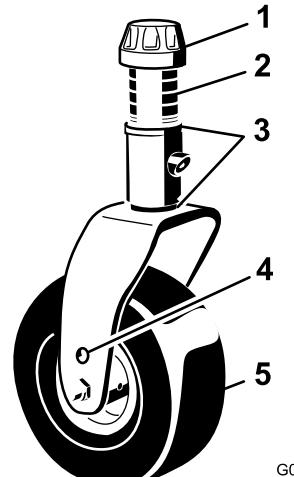

Figure 14
11. Ajoutez ou retirez des cales de 3 mm sur la ou les fourches de roue pivotante pour obtenir la hauteur de coupe indiquée sur l'autocollant (Figure 14) ; voir Réglage de l'inclinaison des lames.
de coupe indiquée sur l'autocollant (Figure 14) ; voir Réglage de l'inclinaison des lames.